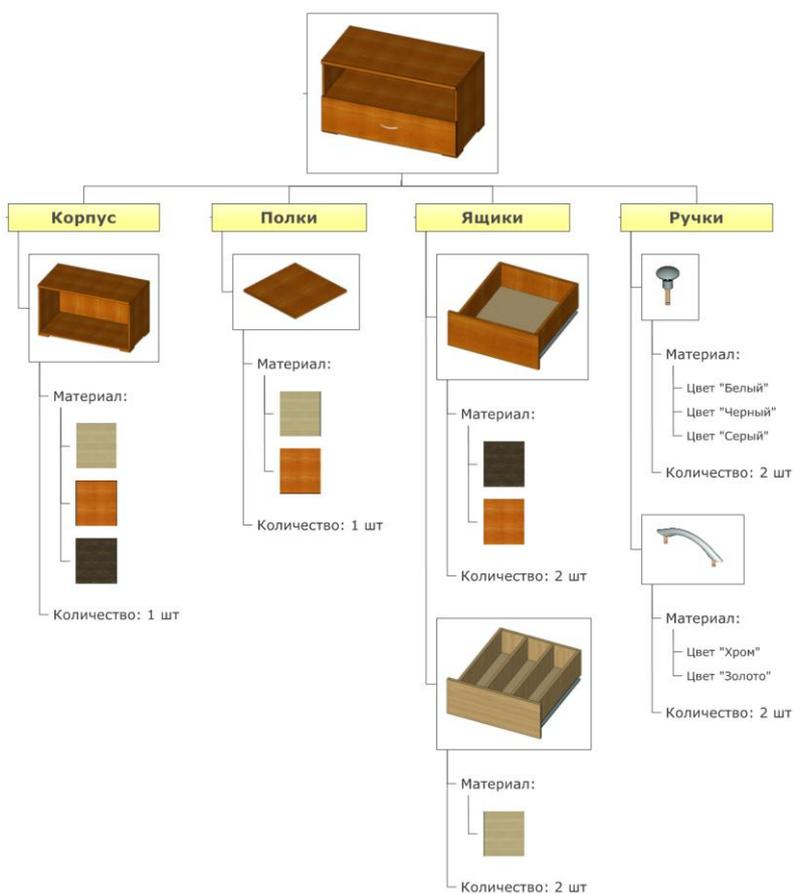

Рис. 2
- 1) Проводится анализ геометрии изделия: его состав, материалы, диапазон изменения размеров, выделяются элементы модели, которые будут вынесены в отдельные фрагменты (например, корпус, полки, ящики, ручки), определяется максимальное количество элементов в сборке и параметры, которыми нужно будет управлять из диалога модели (см. рис. 2).
- 2) Создается избыточная модель, в которой учитывается весь состав изделия (рис. 2). В процессе работы над прототипом создаются фрагменты, с помощью переменных задаются габариты изделия, фиксируются условия отображения тех или иных элементов сборки. Т.о. модель обретает логику, которой будет управлять пользователь из диалога.